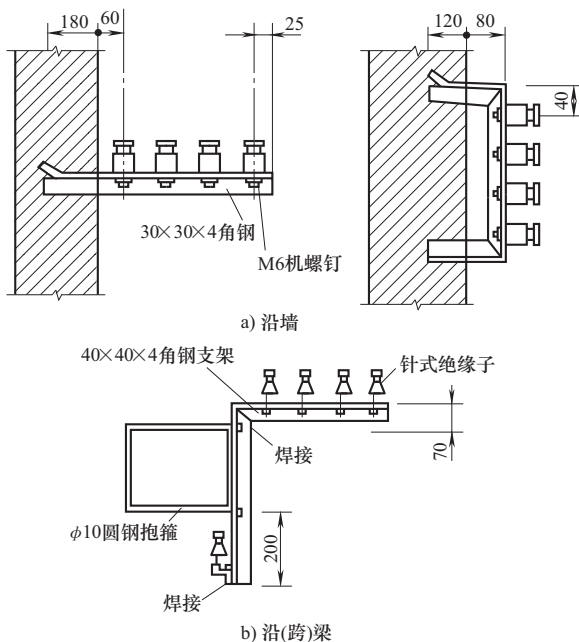

图 2-21 绝缘子在支架上安装
(4) 用预埋的支架和螺栓来固定鼓形绝缘子、蝶形绝缘子和针式绝缘子等，如图 2-21 所示。